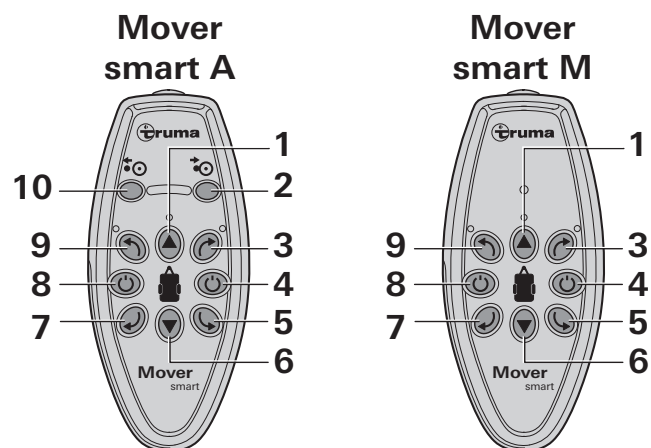
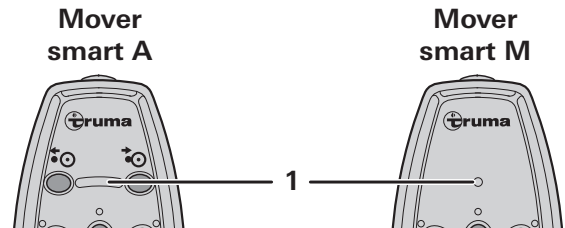

Figure 2
Figure 6
- Presser la touche (figure 2 - 8) sur la télécommande jusqu'à ce que les LED s'allument (figure 6 - 1).
**!** La touche « Arrêt » (figure 2 - 4) de la télécommande sert aussi d'« interrupteur d'arrêt d'urgence ». En cas d'anomalies, par exemple de comportement incontrôlé du Mover, appuyer immédiatement sur la touche « Arrêt ».
- Avec les touches directionnelles (figure 2 - 3/5/6/7/9), déplacer la caravane dans la direction souhaitée.
**i** Si les touches directionnelles opposées (figure 2 - 5/9 ou 3/7) sont pressées simultanément, la caravane tourne dans la direction correspondante autour de son propre axe.
- Pendant le déplacement (vers l'avant/vers l'arrière), il est possible de changer le sens de la marche avec les touches directionnelles (figure 2 - 3/9 et 5/7).
– Presser la touche (figure 2 - 4) sur la télécommande. L'éclairage LED s'éteint.